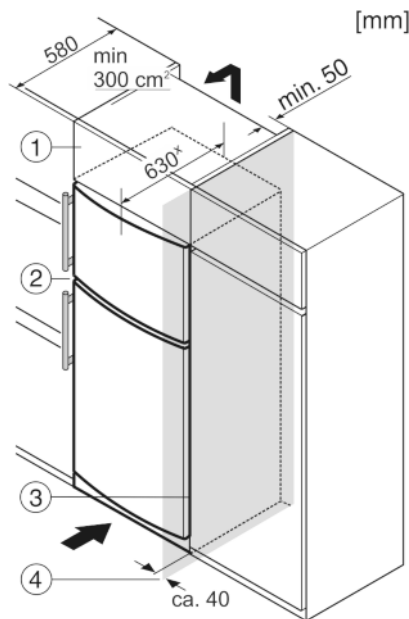

Fig. 7
Das Gerät kann mit Küchenschränken umbaut werden. Um das Gerät Fig. 7 (2) der Küchenzeilenhöhe anzugleichen, kann über dem Gerät ein Aufsatzschrank Fig. 7 (1) angebracht werden.
Beim Umbau mit Küchenschränken (Tiefe max. 580 mm) kann das Gerät direkt neben dem Küchenschrank Fig. 7 (3) aufgestellt werden. Das Gerät steht seitlich 34 mm^x und in der Gerätemitte 50 mm^x gegenüber der Küchenschrankfront vor.
Wenn das Gerät mit den Scharnieren neben einer Wand Fig. 7 (4) aufgestellt wird, muss der Abstand zwischen Gerät und Wand mindestens 40 mm betragen. Dies entspricht dem Griffüberstand bei geöffneter Tür.